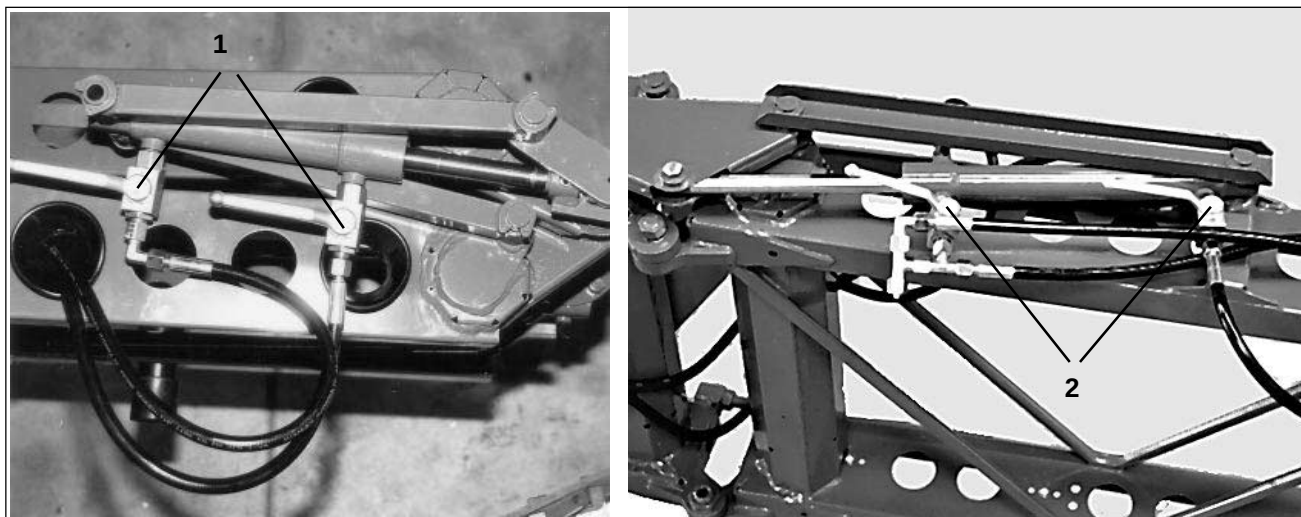

Fig. 10.25
Når der skal arbejdes med den usymmetriske reducere af arbejdsbredden på sprøjtebommen er det nødvendigt af have "manuelt skift til reducere af arbejdsbredde på Super-S-bommen" monteret på sprøjten. Per cylinder skal der aktiveres 2 kuglehaner (Fig. 10.25/1 eller Fig. 10.25/2).
- Før udlæggerne skal foldes ud, skal henholdsvis kuglehanerne (Fig. 10.25/1) til de yderste led, f.eks. reducere af arbejdsbredden fra 24m til 18 m, eller kuglehanerne (Fig. 10.25/2) til die inderste udlæggerelementer, til reducere til 12 m arbejdsbredde, lukkes.